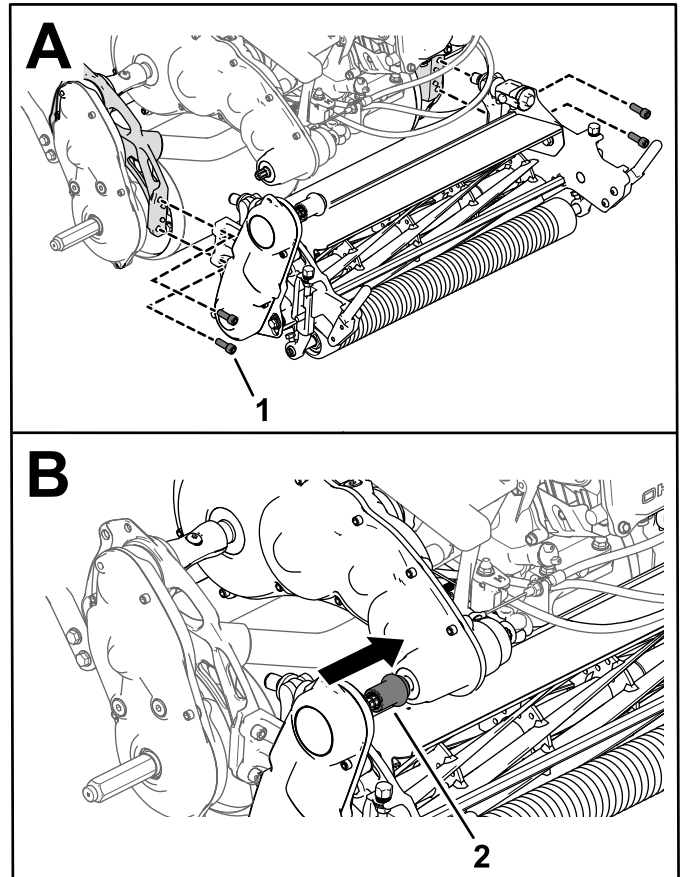

Figura 46
3. Folosiți 4 uruburi cu cap imbus pentru a fixa unitatea de tăiere pe cadru (Figura 46).
4. Glisați elementul de cuplaj de acționare pentru unitatea de tăiere pe arborele de transmisie (Figura 46).